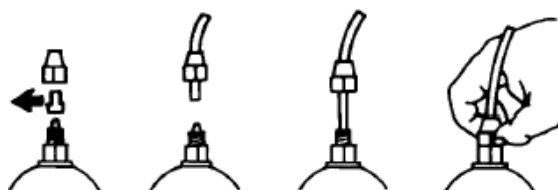

Рис. 7
e. – Зніміть захисні ковпачки з двох ніпелів, пропустіть шланг через гайку, одночасно проштовхуючи і обертаючи, вставте шланг в кінцевий з'єднання ніпеля (зажим шланга). Поворотом гайки зафіксуйте шланг. (Рис. 7)